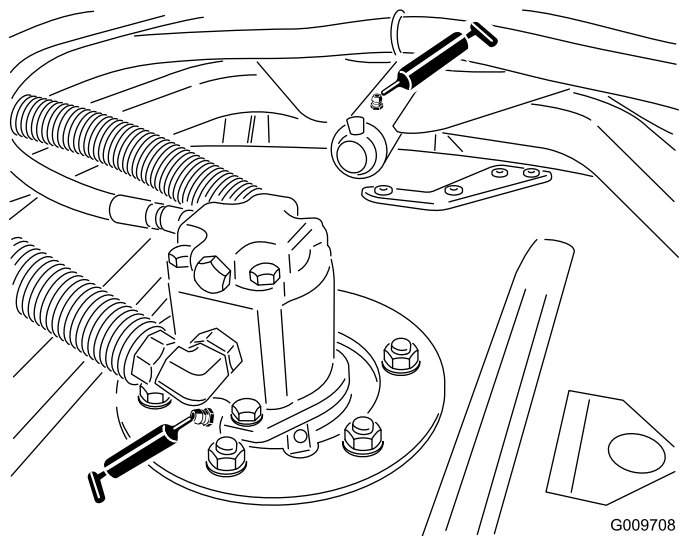

Figura 30
- Cuscinetti (2 per apparato di taglio) dell'asse del fusello dell'apparato di taglio (Figura 30)
- Boccole (1 per apparato di taglio) del braccio portante dell'apparato di taglio (Figura 30)